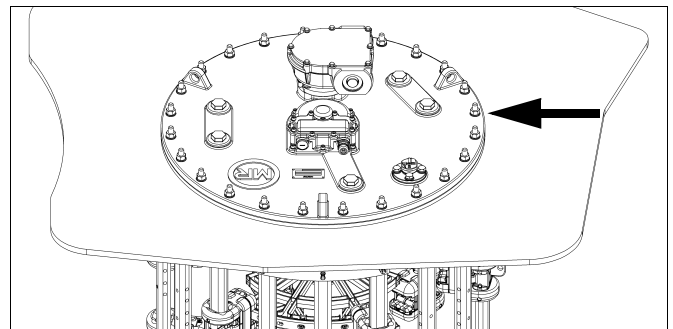

рис. 62
8) Прикрутите ($Md = 35+5$ Nm) головки устройства DEETAP® DU к монтажному фланцу с помощью шайб и гаек M12/SW 19 (рис. 62).